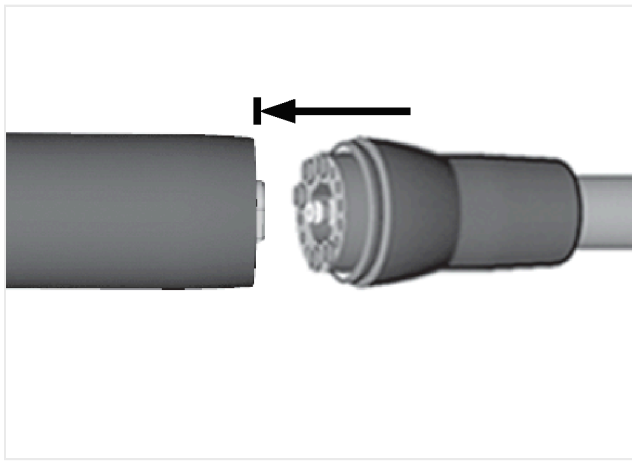
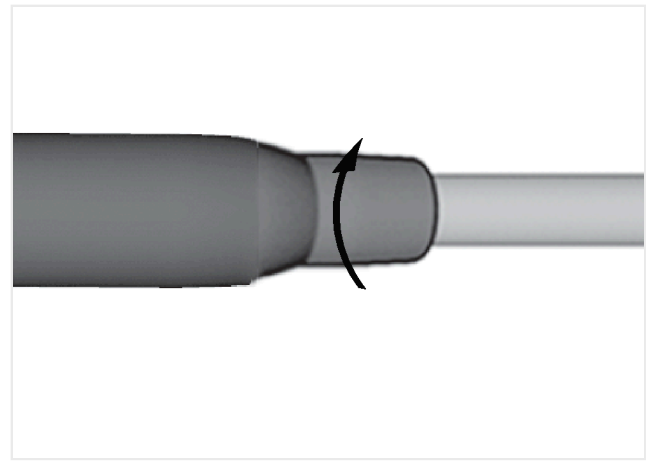

図. 2
図. 3
1. ホースをモーターに接続し、ホーススリーブを後部 モーター接続部に完全にねじ込みます。図2と図3